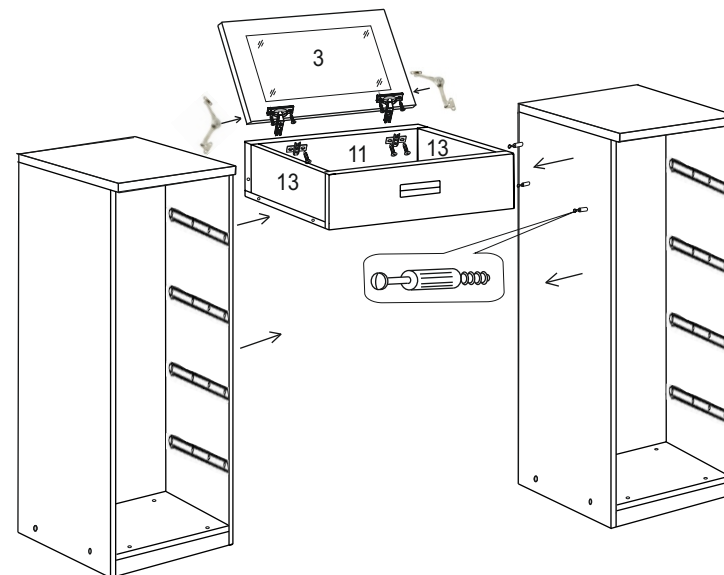

Рис.3 Сборка стола
1. Между левой и правой тумб закрепите центральную нишу, вставив винты (Ф-1) в отверстия с эксцентриками (Ф-2) и повернув эксцентрик по часовой стрелке до упора с помощью шестигранного ключа (Ф-3) (по 3 эксцентрика слева и справа) (рис. 3).
4. В надсверленные отверстия на центральной столешнице (дет. 3) и боковинах центральной ниши (дет. 13) установите газовые лифты с левой и с правой стороны, штоком вниз (рис. 3).